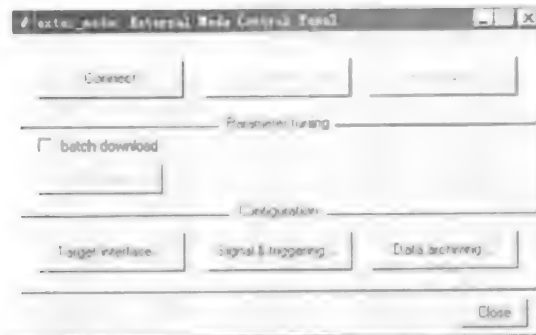

图 10-18 外部模式控制面板
(7) 设置外部模式的特性。用 Tools 菜单下的 External Mode ControlPanel 命令打开模式控制面板，读者可以通过它方便地浏览外部模式要用到的所有特性。外部模式面板能让用户配置宿主和目标之间的通信机制，信号监视以及数据记录等特性，也能让用户将 Simulink 模型连接到目标程序，开始和结束模型代码的执行。图 10-18 是外部模式控制面板的样子。